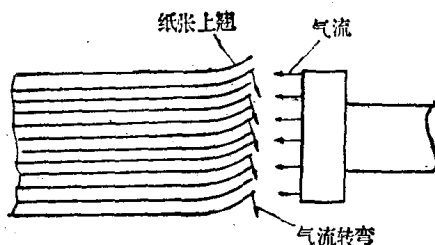

图 1 纸张上翘
1. 纸张拖梢向上翘起：当散纸吹风嘴吹出的气流接触纸边时，因上翘纸张的纸边有一个圆弧（如图1），气流遇此圆弧，被分成两部分，一部分气流使纸张上抬，另一部分气流向下转，无法分开纸张，使挡纸毛刷失去作用。同时上翘的纸边一般都具有弹性，吹风压脚压纸时，它就缩下去，抬起